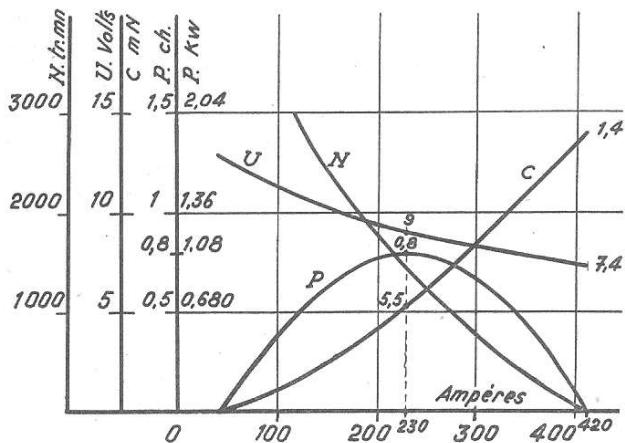

FIG. 5. — Courbes caractéristiques du démarreur D 8 E 41.
Les figures 5 et 6 donnent les courbes caractéristiques P, C, N, U = f(I) de ces machines.